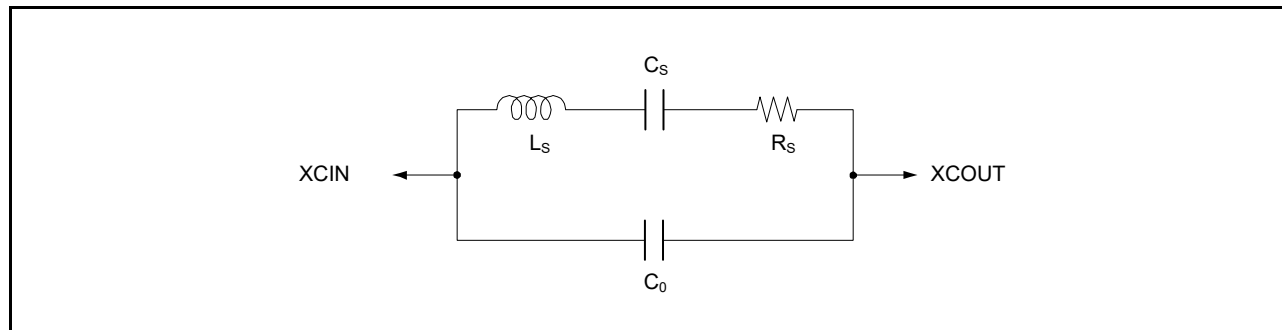

図 9.10 32.768kHz 水晶振動子の等価回路
32.768kHz 水晶振動子の等価回路を 図 9.10 に示します。